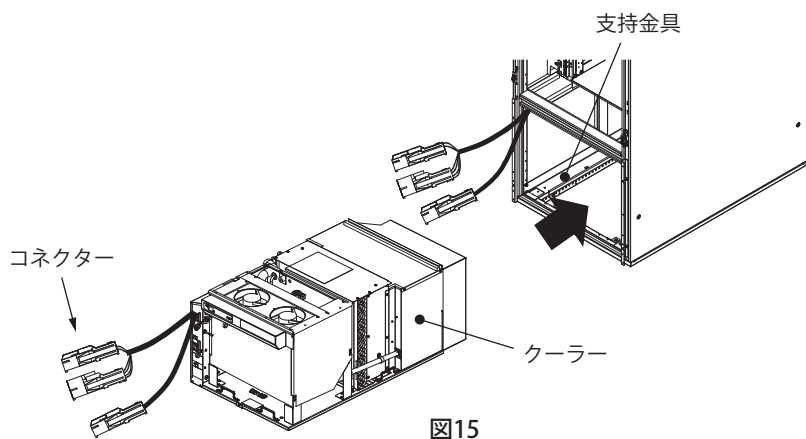

図15
- ①クーラーをラックに取り付ける際に、ラック側およびクーラー側の配線やコネクタ等を巻き込まないようにクーラー前面より外側に配置してください。クーラーをラックの支持金具に載せて、ストッパーに当たるまで収納してください(図15、16)。